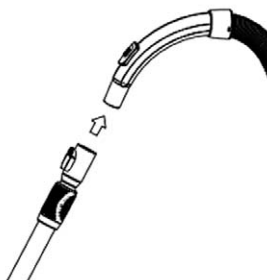

Fig. 2
2. **Fig.2:** Racordarea furtunului și a tubului metalic extensibil: